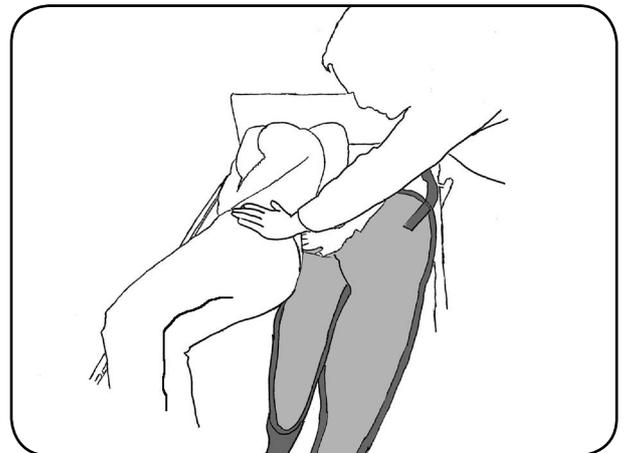

Abb. 9.1.02 - Liftergurt hinter dem Rücken des Patienten positioniert
5. Falten Sie den Liftergurt in der Hälfte zusammen und legen Sie ihn hinter den Rücken des Patienten. Dabei soll die Unterkante in Höhe des Steißbeines des Patienten liegen (Abbildung 9.1.02).